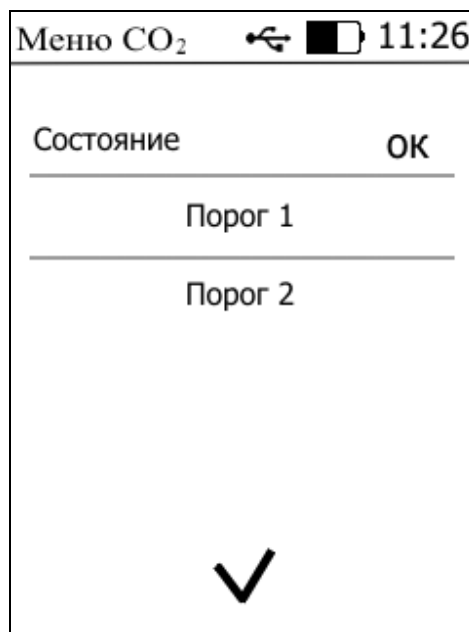

Рисунок 5.5 Экран настройки пороговых значений
- 4.7** При включении газоанализатора осуществляется самотестирование газоанализатора в течение 15 секунд. При наличии внутренних неисправностей газоанализатор на индикаторе сигнализирует номер неисправности. После успешного тестирования и завершения загрузки на дисплее отображаются поля для отображения измерений и их параметров. Расшифровка неисправностей тестирования и других ошибок в работе газоанализатора отображается в меню выбора порогов, Рисунок 5.5.
Для настройки нужного порога нажать на область «Порог 1» или «Порог 2», рисунок 5.5.